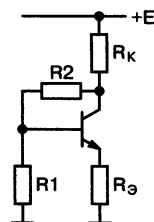

Рис. 1.19. Схема лучше лучшего?
**РАДИОЛЮБИТЕЛЬ:** Зато уж вот эта схема (рис. 1.19) описана в литературе как обладающая повышенной стабильностью!
Идея, на первой взгляд, полезная: отрицательная обратная связь с коллектора на базу регулирует потенциал  $U_B$ , противодействуя изменениям тока. Впрочем, уровень обратной связи мал. Простейший анализ, который вы сможете проделать самостоятельно, покажет: стабильность тока относительно дрейфа  $U_{БЭ}$  в схеме рис. 1.19 по срав-